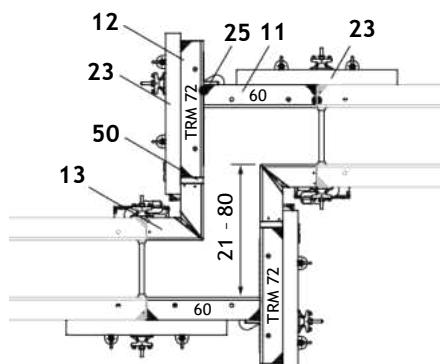

Fig. A10.02
- Елемент TR 60 (11)
- Многофункционален елемент TRM 72 (12)
- TRIO вътр. Ѹгъл TE (13)
- Изравняващ ригел TAR 85 (23)
- Структурен елемент (25)
- Компенсация доставена от изпълнителя (50)
- (Fig. A10.02)